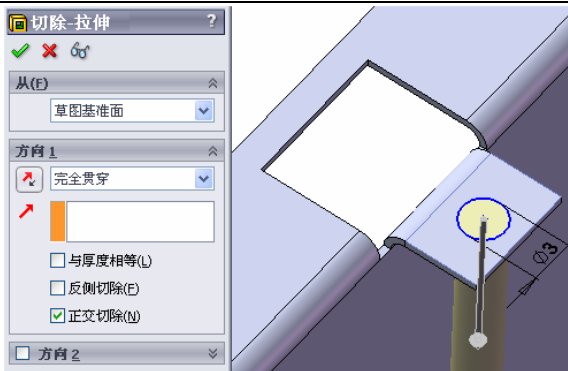

图 10-82 生成边线法兰上的孔
⑤ 生成“边线法兰”上的孔。在图 10-82 所示的边线法兰面上绘制一个直径为 3mm 的圆，进行拉伸切除操作，生成一个通孔，如图 10-82 所示，单击“确定”图标。